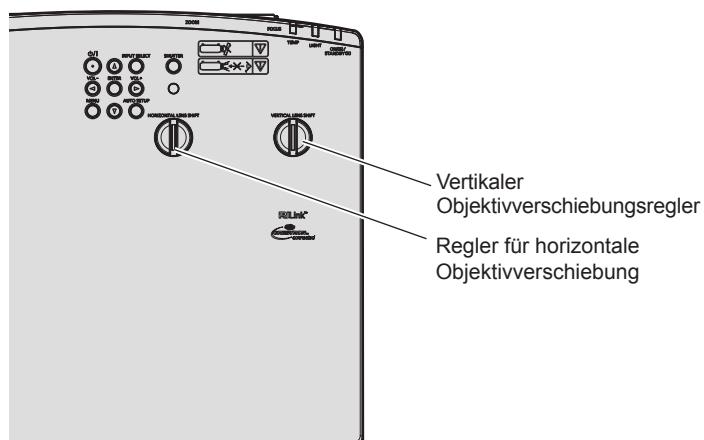

Abb. 2
2) Stellen Sie die Objektivverschiebung ein. (Abb. 2)